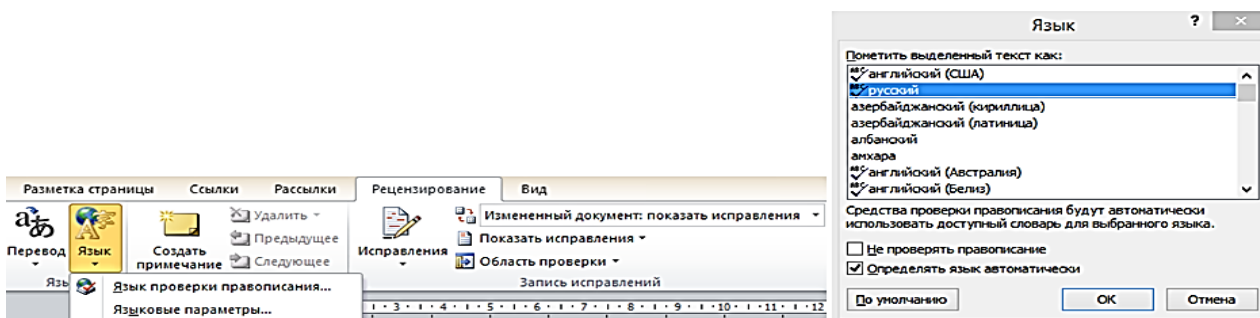

Рис. 27. Выбор языка проверки правописания
2. Во вкладке **Рецензирование** нажать кнопку **Язык** и в появившемся *меню* выбрать команду **Язык проверки правописания** (рис. 27).